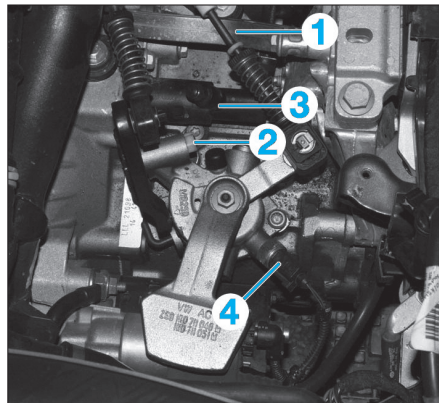

Fig. 3
- Déposer le support (1) (Fig.3).
- Appuyer sur le cran (2) jusqu'en butée puis retirer le levier de renvoi.
- le cylindre récepteur d'embrayage (3) et le placer sur le côté,